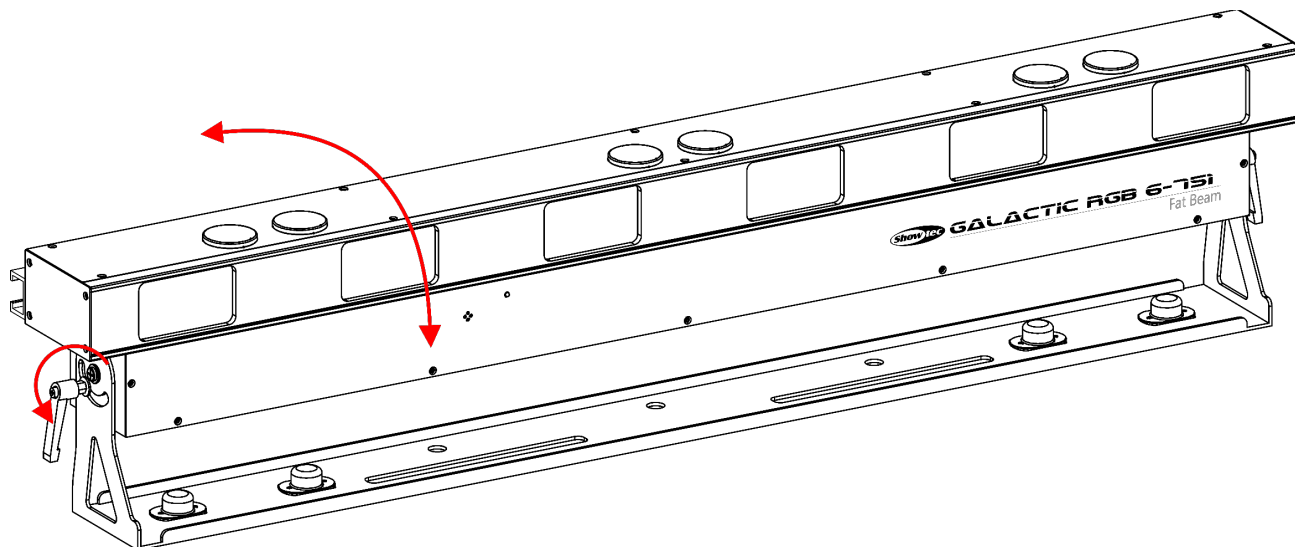

Fig. 09
- 01) Ruotare le **viti di regolazione (01)** in senso antiorario per sbloccarle.
- 02) Inclinare il dispositivo all'angolo desiderato (vedere la Fig. 09).
- 03) Ruotare le **viti di regolazione (01)** in senso orario per serrarle. Assicurarsi che il dispositivo non possa muoversi liberamente dopo aver serrato le **viti di regolazione (01)**.